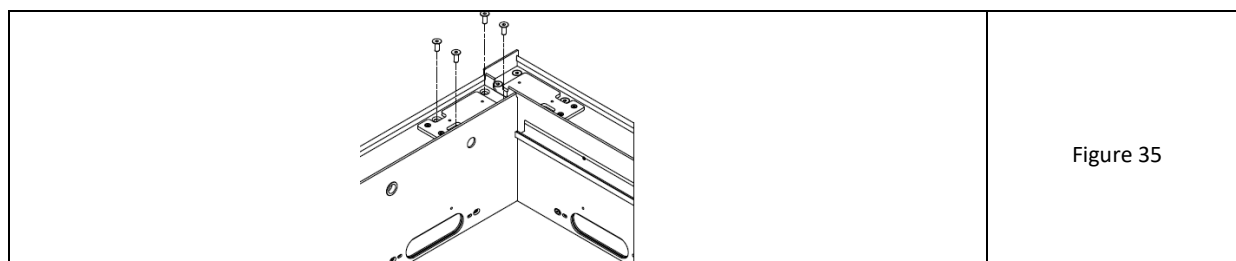

Figure 35
10. Soutenir l'extrémité libre de la traverse et, insérée dans la poutre longitudinale, la visser par le haut à l'aide de 4 vis coniques à six pans creux M8x20 (Fig. 35).